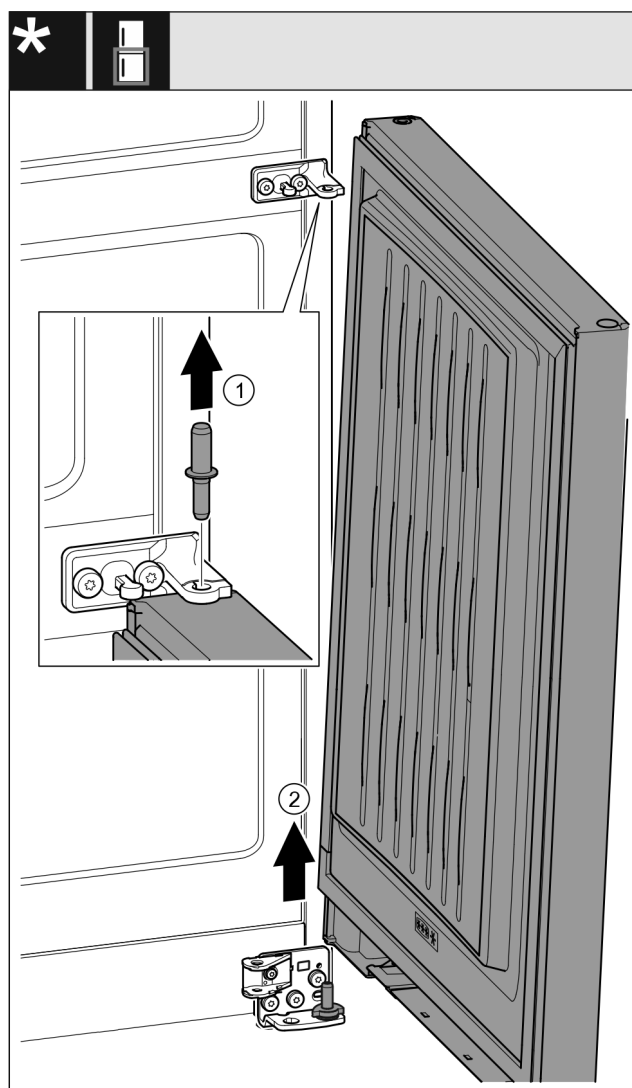

Fig. 23 *
- ▶ Bouten vanaf de bovenkant eruit trekken. Fig. 23 (1)*
- ▶ Deur naar buiten draaien, naar boven trekken en wegzetten. Fig. 23 (2)*